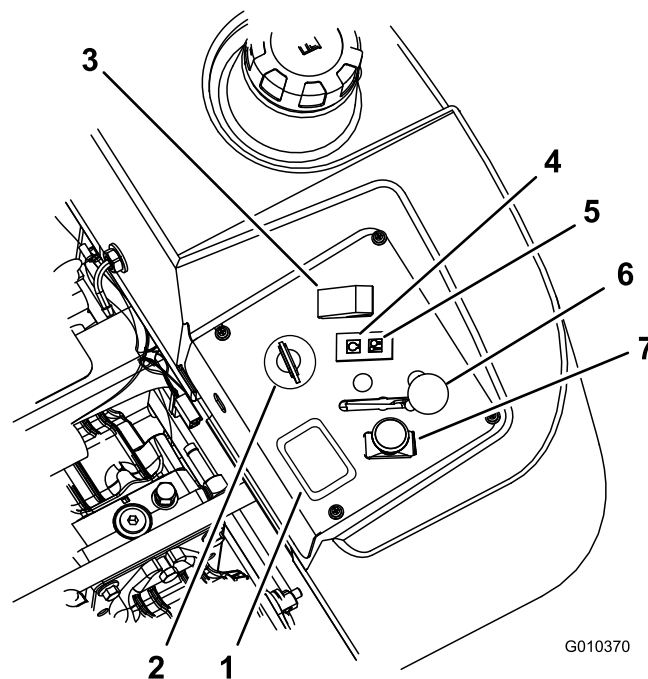

Figura 13
4. Desloque o interruptor PTO (tomada de força) para a posição off (Figura 13).